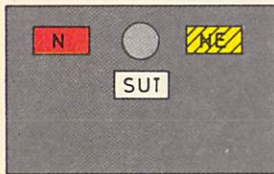
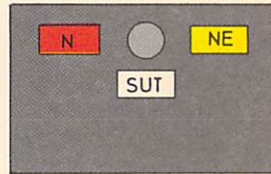

Bild 70
Bild 71
- (4) a) Das Netzersatzaggregat übernimmt bei Netzausfall die Stromversorgung. Bei automatischem Start läuft das Aggregat selbsttätig an und übernimmt nach ca. 15 Sekunden die Versorgung der Anlage. Bei Anlagen ohne automatischem Start ist das Aggregat spätestens 10 Minuten nach dem Netzausfall mit der Dieseleinschalttaste einzuschalten. Der Netzersatzmelder zeigt gelbes Blinklicht (vgl. Bild 70), wenn das Netzersatzaggregat den Startbefehl erhalten hat und gelbes Ruhelicht (vgl. Bild 71), wenn die Stromversorgung vom Aggregat übernommen wurde; die Umformermelder erlöschen.